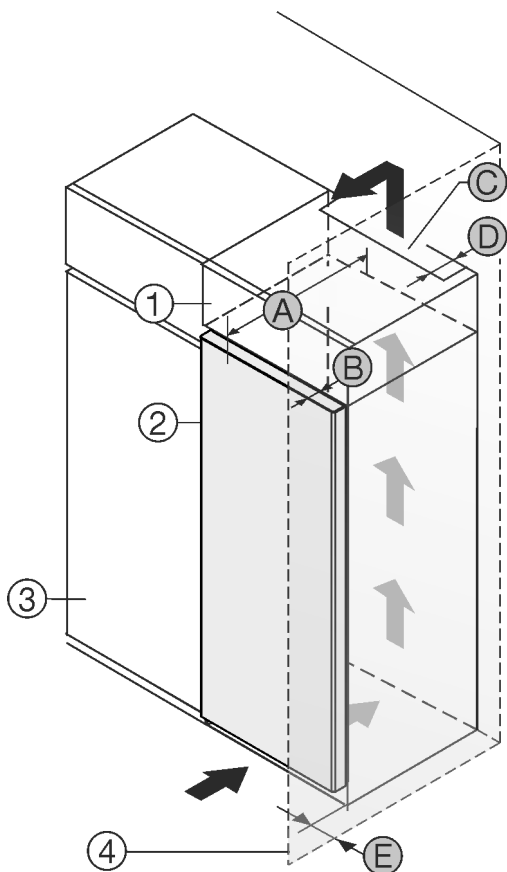

Fig. 1
- (1) Дополнительный шкафчик*
- (2) Устройство*
- (3) Кухонный шкаф*
- (4) Стена*
- (A) Глубина устройства*
- (B) Глубина двери*
- (C) Вентиляционное сечение*
- (D) Расстояние до обратной стороны устройства*
- (E) Расстояние до стороны устройства*
Вы можете установить устройство непосредственно рядом с кухонным шкафом Fig. 1 (3)*.
На задней стенке дополнительного шкафчика должен быть вентиляционный канал с глубиной Fig. 1 (D) по всей ширине этого шкафа.*
Нужно соблюдать вентиляционное отверстие Fig. 1 (C) под нижней панелью.*
Если устройство устанавливается на шарнирах у стены Fig. 1 (4), то расстояние между устройством и стеной должно быть не менее 13 мм.*
Если устройство устанавливается на шарнирах у стены Fig. 1 (4), то расстояние между устройством и стеной должно быть не менее 20 мм.*
Чтобы можно было полностью открыть дверь, устройство должно выступать на глубину двери Fig. 1 (B) относительно передней стенки кухонного шкафа. В зависимости от глубины кухонных шкафов Fig. 1 (3) и использования пристенных распорок устройство может выступать и больше.*